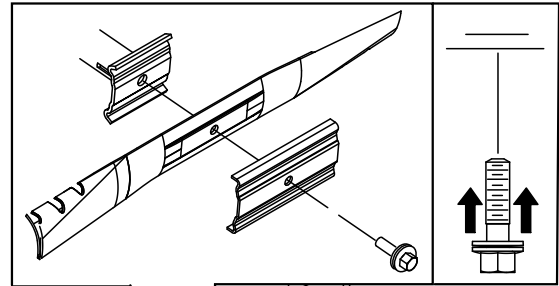

Figure 25
- Montez une lame neuve (tournez le boulon de la lame dans le sens horaire) et toutes les fixations (Figure 25).